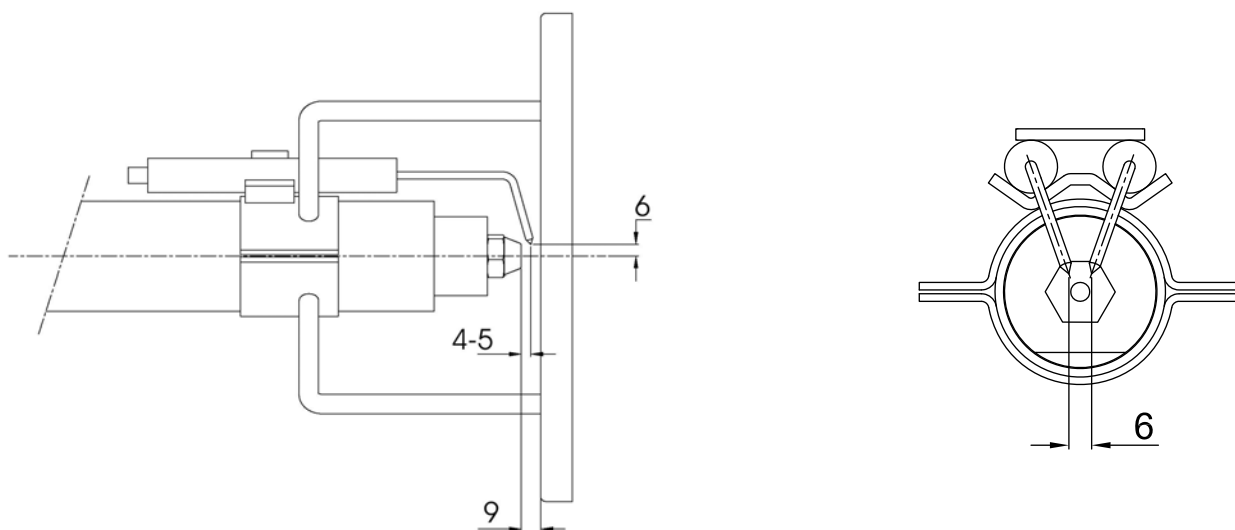

Рис. 25
В целях обеспечения хорошего процесса горения, необходимо, чтобы были выдержаны размеры, указанные в Рис. 25.
⚠ Перед демонтажом форсунки и электродов необходимо отсоединить кабели CV (Рис. 26), снять размеры, указанные на Рис. 25 на стр 28.
- 4 установить на место все компоненты, не забывая затянуть винты V и VE (Рис. 26), подсоединить кабели CV, тщательно выдерживая, снятые ранее и внесенные в Рис. 25 на странице 28, размеры.